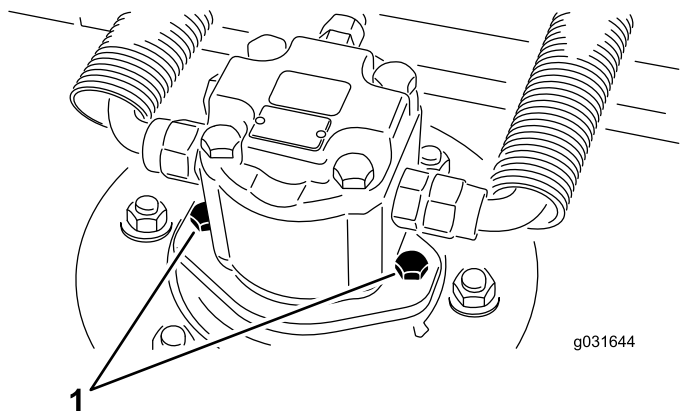

図 66
2. 油圧モータ取り付けねじを外して、デッキから油圧モータを外す **図 66**。
4. 油圧モータ取り付けねじで、デッキに油圧モータを取り付ける **図 66**。